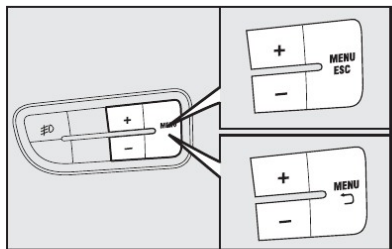

fig. 42
**BOTÕES DE COMANDO - fig. 42**